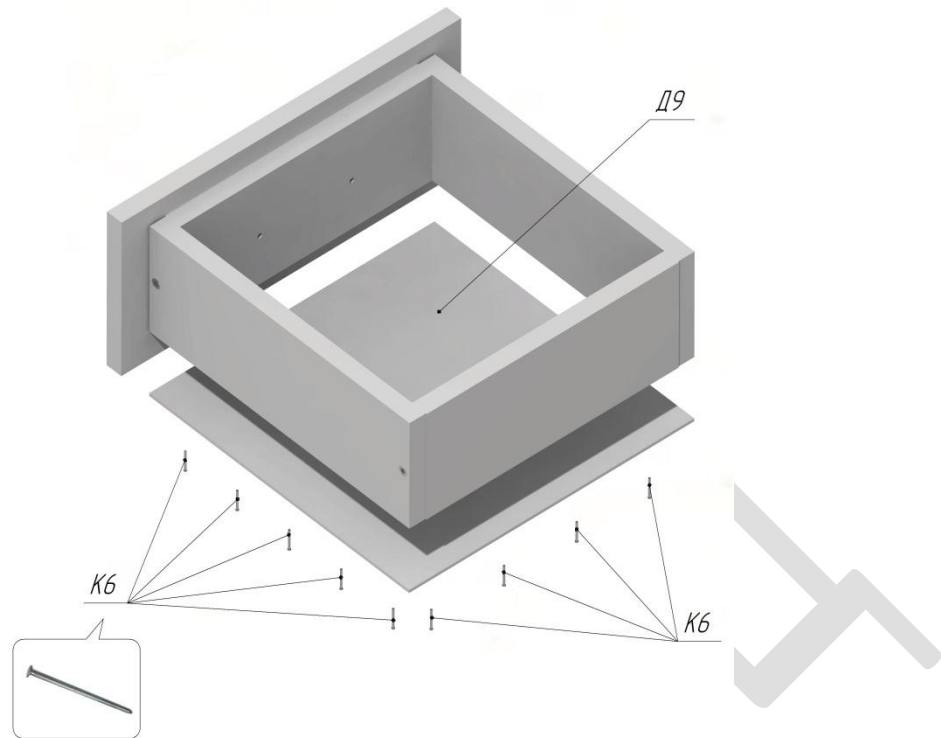

Рисунок 13
19. Прибить дно ящика Д9 при помощи гвоздей К6 (14шт). См.Рис.13.